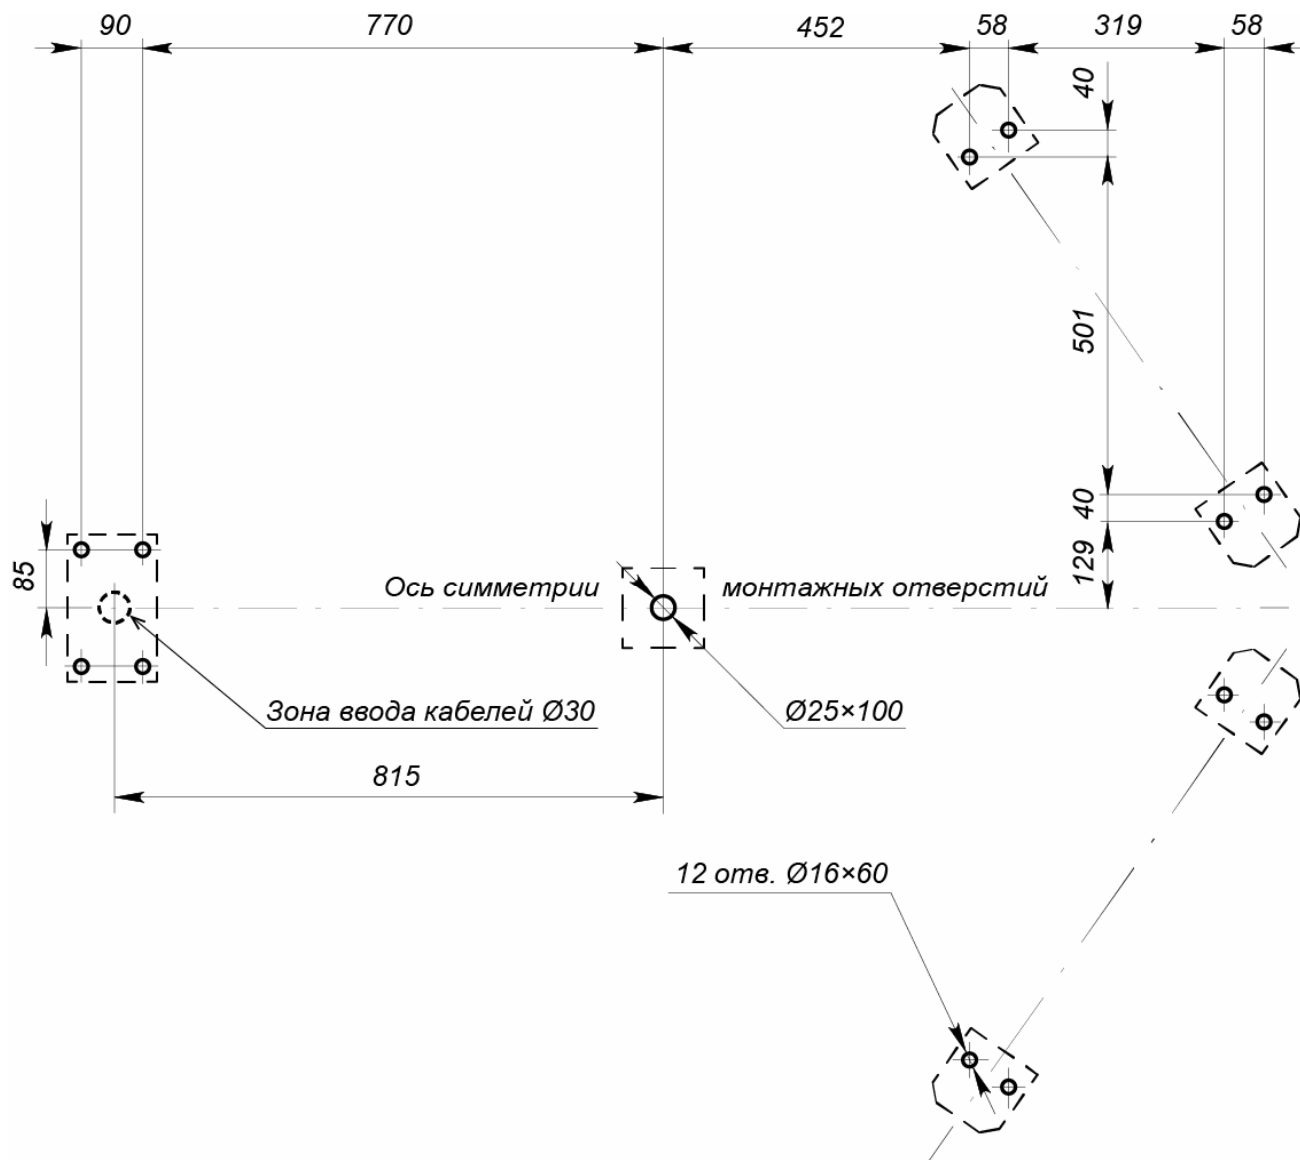
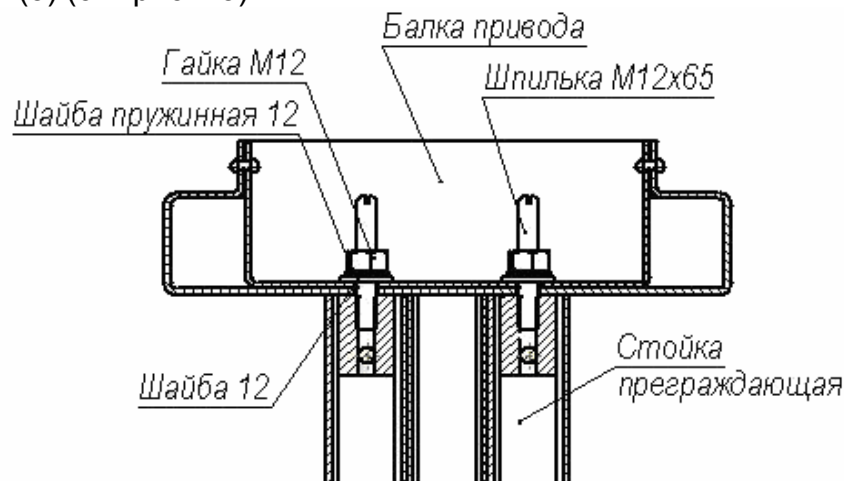
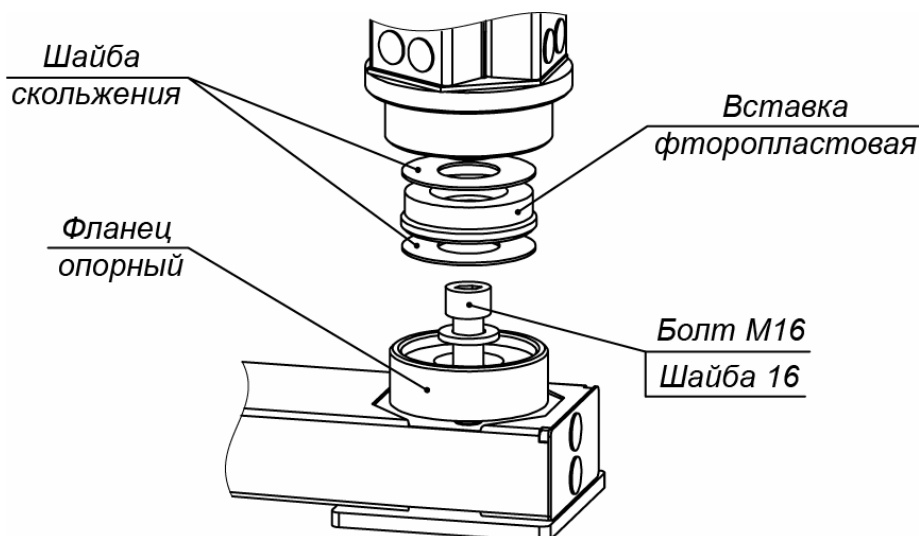

Рисунок 12. Схема разметки для установки турникета
Рисунок 13. Крепление балки привода к стойке с преграждающими планками
Рисунок 15. Нижний узел вращения ротора
1. Произведите монтаж ИП турникета и при необходимости ИП ЛПП на отведенных для них местах и подключите к ним соответственно кабели питания турникета¹ (13) и питания ЛПП¹ (16).
3. Выполните на установочной поверхности разметку отверстий для монтажа турникета в соответствии с рис. 12.
5. Произведите разделку отверстий и кабельных каналов. Проложите в кабельных каналах необходимые кабели питания (13, 16), устройства *Fire Alarm* (14), ПДУ (15) и дополнительного оборудования, концы кабелей выведите к зоне ввода кабелей в турникет (см. рис. 12).
- Установите секции (6) формователя прохода на установочную поверхность, ориентируя отверстия в опорных фланцах по расположению анкеров. При этом левая и правая секции должны быть правильно выставлены и сориентированы: блоки индикации (11) формователей должны быть развернуты от оси симметрии (см. рис. 12).
9. Распакуйте и установите стойку с преграждающими планками (3) (ящик №4, работайте вдвоем!):
- Вверните две шпильки М12×65 в верхнюю часть стойки с преграждающими планками (3) (см. рис. 13).
- Положите стойку с преграждающими планками на установочную поверхность таким образом, чтобы фланец (4) находился рядом с зоной А (рис. 12). Затем, используя монтажную проволоку, протяните кабели питания турникета (13), питания подсветки прохода (16) и кабели управления через нижнее отверстие в стойке с преграждающими планками со стороны фланца вверх по стойке до выхода из ее верхнего отверстия. Отрегулируйте длину концов кабелей на выходе из верхнего отверстия, которая должна составлять не менее 1 м.
- Установите стойку с преграждающими планками на отверстия с анкерами в установочной поверхности вдоль оси симметрии, при этом фланец (4) должен встать на зону ввода кабелей, а место нижнего узла вращения (3) – на
отверстие с анкером М16 (см. рис. 12). Вставьте на место опорный фланец нижнего узла вращения (см. рис. 15).
- Закрепите стойку с преграждающими планками с помощью четырех анкерных болтов М10 и одного М16 (см. рис. 15), при этом усилие затяжки болтов должно быть предварительным, обеспечивающим возможность регулировки ее отклонения от вертикали.
10. Из ящика №5 распакуйте и установите лист (7) сверху на формиратель прохода (работайте вдвоем!):
- Сориентируйте лист (7) так, чтобы две шпильки, установленные в секциях, прошли через него, а две грани листа, вдоль каждой из которых расположен ряд из четырех отверстий, имеющих с нижней стороны листа выборку большего диаметра, находились бы над секциями.
- Аккуратно удерживая лист на весу, протяните кабели от блоков индикации (12) от левой и правой секции формирателя прохода через соответствующие отверстия в листе. Окончательно установите лист на место, будьте внимательны, не повредите кабели! Обратите внимание на то, чтобы установленные на секциях резьбовые втулки вошли в отверстия в листе, обеспечивая плотное прилегание листа к поверхностям секций.
- Придерживая балку, осторожно приподнимите ее поочередно с каждой из сторон и пропустите концы кабелей в соответствующие отверстия балки привода: кабели индикации (12) из формирателя прохода, а также кабели питания и управления из стойки с преграждающими планками. Временно закрепите их внутри балки (к примеру, с помощью скотча).
- Наденьте на две шпильки, расположенные на стойке с преграждающими планками, шайбы 12, затем шайбы пружинные 12 и две гайки М12 (см. рис. 13).
12. Соберите ротор (1) (работайте вдвоем!):
- Соберите нижний узел вращения (3) ротора в стойке с преграждающими планками (5) (см. рис. 15). Две шайбы скольжения и находящаяся между ними фторопластовая вставка должны лежать в узле без перекосов, опираясь на всю опорную поверхность, симметрично относительно оси ротора. При этом гладкие поверхности шайб скольжения должны быть ориентированы на вставку. Допускается применение на поверхностях скольжения смазки типа ШРУС-4.